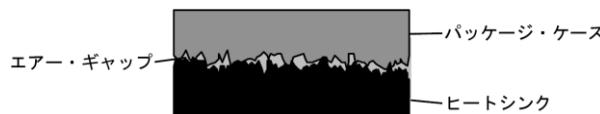
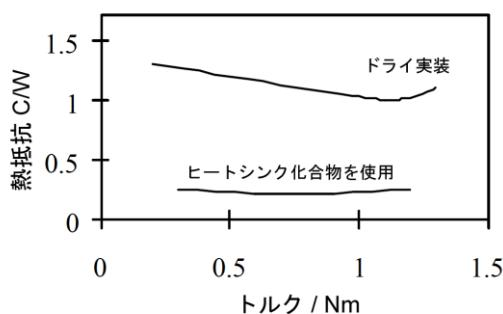
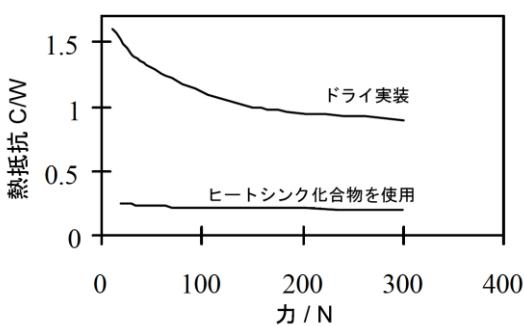

図1 パッケージ・ケースとヒートシンク間の接触熱抵抗の発生源を示す断面図
図 2 ヒートシンクに実装された PowIRtab™ パッケージの取り付けネジ・トルクの関数として表された接触熱抵抗（ドライ実装とヒートシンクコンパウンドを使用した実装）
図 3 ヒートシンクに実装された PowIRtab™ パッケージのクリップ力の関数として表された接触熱抵抗（ドライ実装とヒートシンクコンパウンドを使用した実装）
接触抵抗の物理的発生源は、表面が決して完全に平坦ではないということの結果です。実装面の推奨平坦度は10mm内で0.02mmです。実装穴の製作時には、損傷が生じないように特に注意を払う必要があります。十分に準備された2つの表面の場合でも、大きなエアーギャップによって分離されたいくつかのポイントでのみ実際に接触が起こります。これを図1に示します。空気は非常に優れた熱絶縁物であるため、これは望ましくないことであり、熱抵抗を増加させます。表面間に閉じ込められた空気の量を低減する方法は2つあります。1つは、2つの表面を結合する力を増加させること、もう1つは、ギャップを埋めて接触領域の品質を改善することです。前者の場合は、クリップでチップの上に力を加えることによって、またはタブをヒートシンクに取り付けるネジのトルクを増加させることによって、これを行うことができます。取り付けネジに対するトルクの関数またはクリップ力の関数として熱抵抗がどのように変化するのかを図2と図3に示します。取り付けネジを締め付け過ぎると、半導体パッケージが変形し、熱抵抗が増加する可能性があります。これは図2に示されています。図2はPowIRtab™に対するトルクの関数として熱抵抗を示しており、ドライ実装の場合は1.1Nmで最小、ウェット実装の場合は0.8Nmで最小となっています。他のパッケージ・タイプも同様の性質を示します。半導体を正しく実装してこの問題や他の問題を回避する方法については、このアプリケーション・ノートで詳しく説明します。
- クリップによって供給される力を増やすと、熱抵抗が減少します。これは図 3 に示されています。ただし、より強力なクリップを使用しても、必ずしも性能改善が得られるわけではありません。通常は、最小 20N ~ 最大 50N の力を加えることを推奨します。